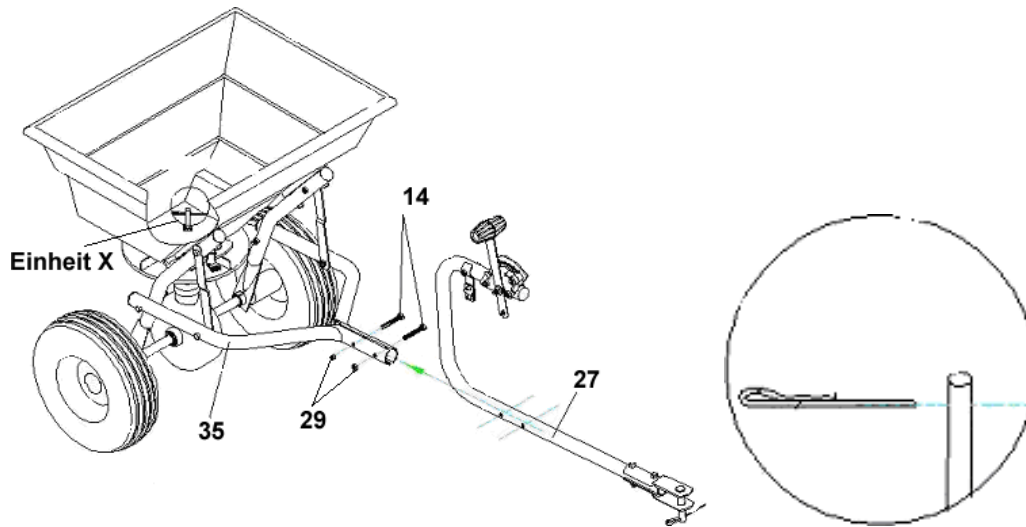

Abbildung 6
- Schieben Sie das obere Verbindungsrohr (27) in die Kupplungsaufnahme.
- Schieben Sie den Federstift (28) durch die Bohrung an der senkrechten Achse (siehe Abbildung 6 – Einheit X).